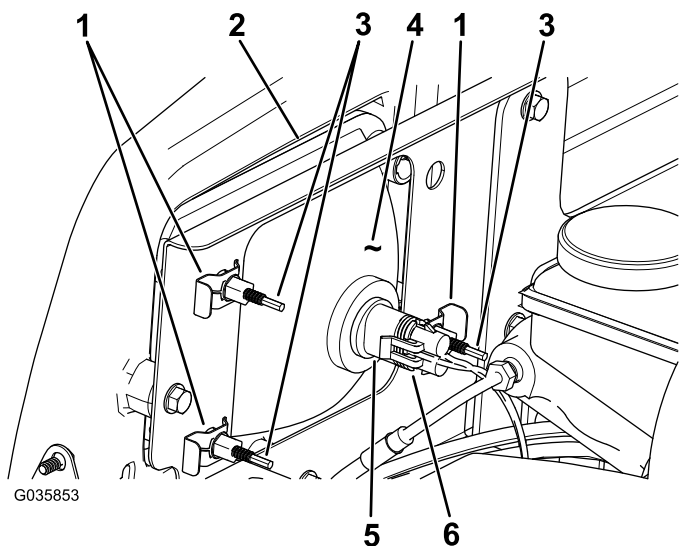

Figure 53
8. Branchez le connecteur électrique de faisceau sur le connecteur de l'ampoule (Figure 53).
3. Débranchez le connecteur électrique de faisceau du connecteur du phare (Figure 53).
4. Déposez les clips rapides qui fixent le phare à son support (Figure 53).
5. Sortez le phare en le déplaçant vers l'avant à travers l'ouverture dans le pare-chocs avant (Figure 53).
6. Montez le phare neuf par l'ouverture dans le pare-chocs (Figure 53).